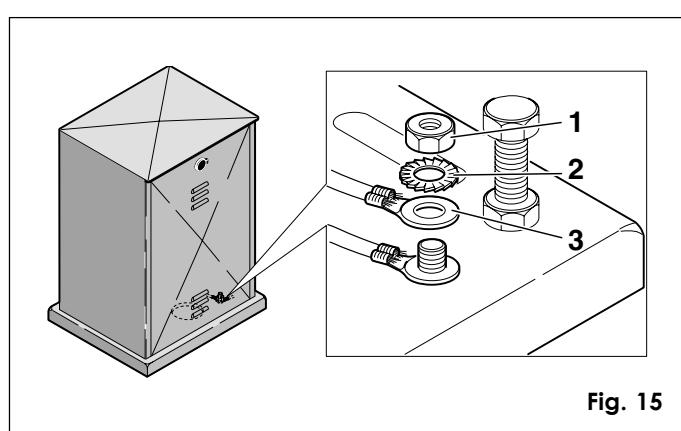

Fig. 15
**Conegar el cable de tierra en el alojamiento practicado en la base del actuador (ver la fig. 15).**